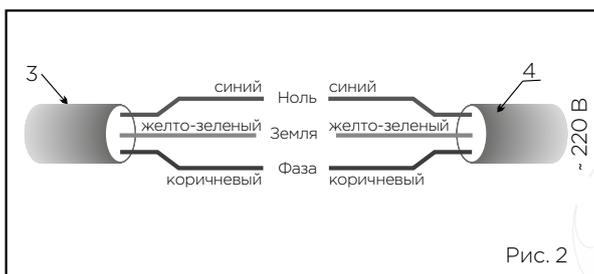

Рис. 2
- подключить провод светильника 3 к эл.питающему проводу 4, соблюдая все необходимые требования по цветовому подключению проводов: РЕ-ЗЕМЛЯ - желто-зеленый; L-ФАЗА - коричневый; N-НОЛЬ - синий через три соединителя Scotchlok 314 (идущих в комплекте), используя ручной инструмент (пассатижи переставные) (рис. 2);